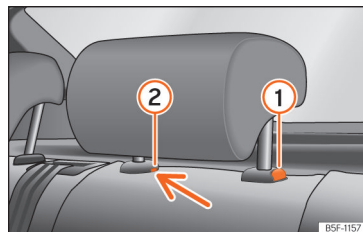

Fig. 131 Poggiatesta posteriore: smontaggio.
- Premere il tasto »» fig. 131 ①, premendo al tempo stesso attraverso il foro della sicura ② con un cacciavite piatto di massimo 5 mm di larghezza e rimuovere il poggiatesta.